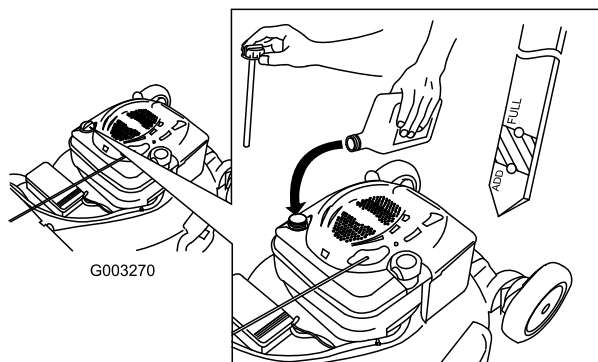

Figura 12
1. Retire la varilla, límpiela, y vuelva a colocarla (Figura 12).
2. Retire la varilla y compruebe el nivel de aceite (Figura 12). Si el nivel de aceite está por debajo de la marca "Add" de la varilla, vierta **lentamente** aceite en el tubo de llenado hasta que el nivel llegue a la marca "Full" de la varilla. **No llene demasiado.** (Capacidad máxima: 0,59 l (20 onzas), tipo: SAE 30W, aceite detergente con clasificación de servicio API SF, SG, SH, SJ, SL o superior.)